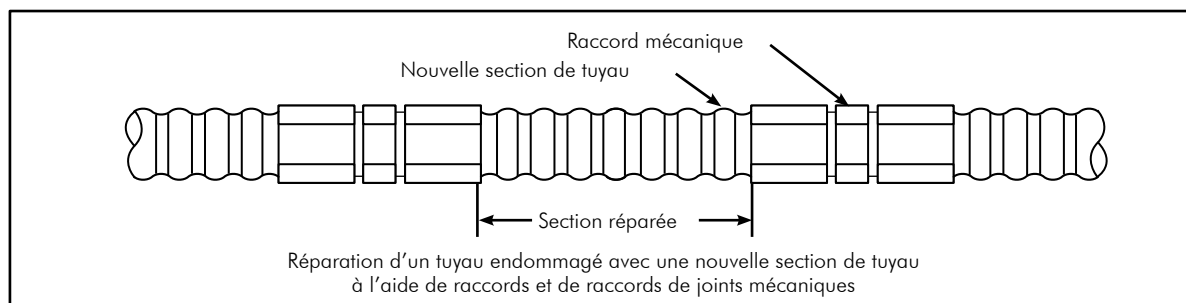

FIG. 5-5 Réparation de tuyau endommagé
2. Retirez la section de tuyau endommagée et raccordez une nouvelle section de tuyau à l'aide de deux raccords mécaniques, comme le montre la FIG. 5-5. Utilisez cette méthode de réparation si l'étendue des dommages couvre qu'une petite zone et qu'il y a suffisamment de jeu dans le tuyau existant pour compenser la section endommagée.